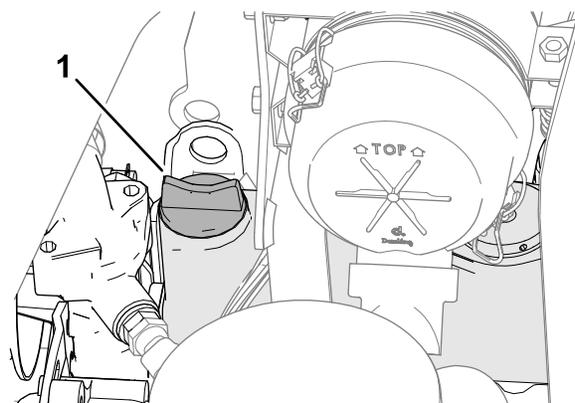

図 69
5. オイルの量が不足している場合は、補給口のキャップ **図 69** を取り、ディップスティックで油量を確認しながら少しずつ、FULL マークまで補給する。